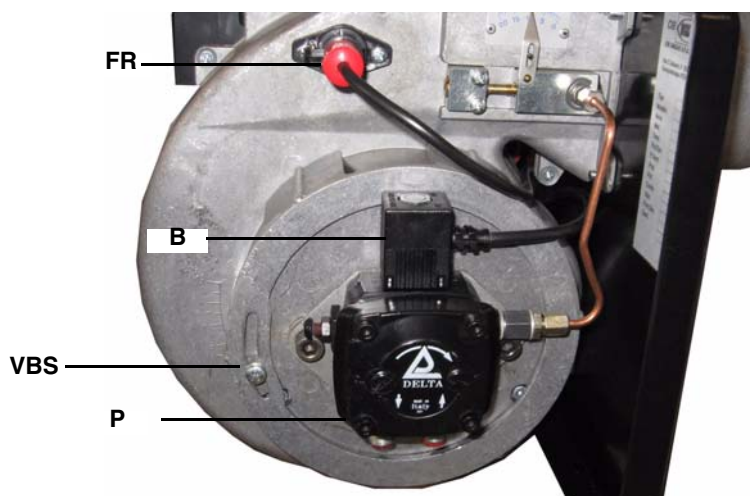
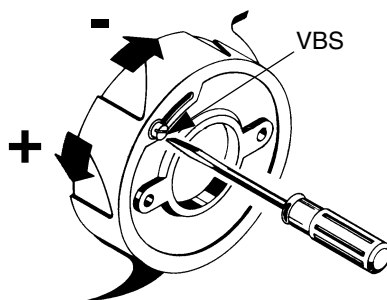

Fig. 8
Fig. 11
- 2 enlever le connecteur de la bobine **B** sur la pompe **P** (Fig. 8) pour éviter que le fioul ne pénètre dans la chambre de combustion
- 4 extraire la cellule photorésistante **FR** (Fig. 8) et l'allumer
- 8 rebrancher la bobine **B** à la pompe (Fig. 8)
- 11 Tout en contrôlant les valeurs de combustion, régler le débit de l'air en agissant sur la vis **VBS** (Fig. 8-Fig. 11); visser pour diminuer le débit et dévisser pour l'augmenter